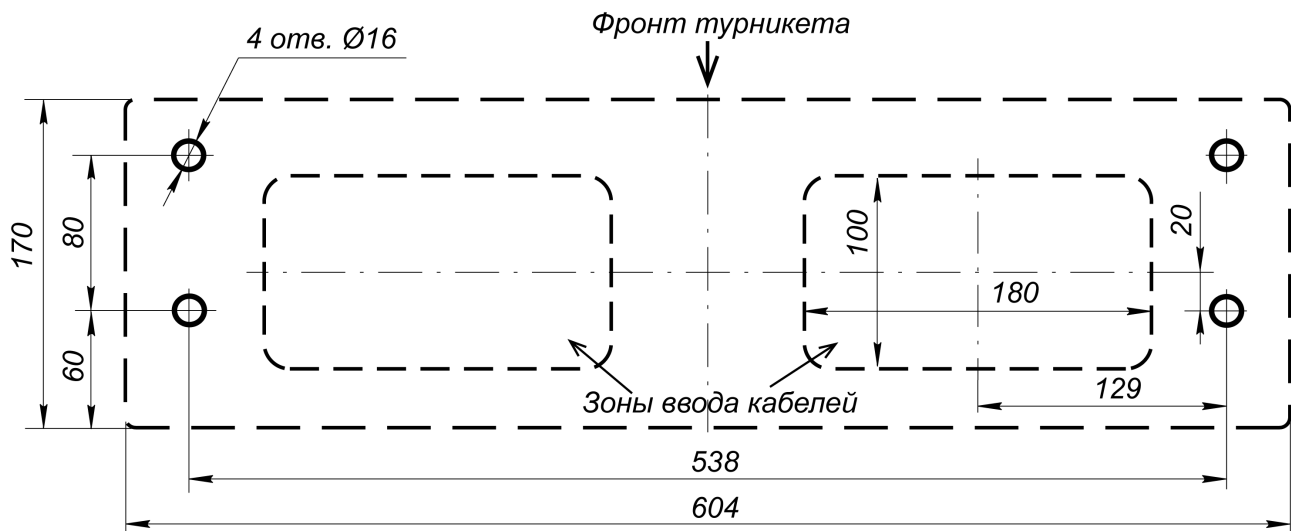

Рисунок 14. Схема разметки отверстий на установочной поверхности
4. Выполните разметку и разделку отверстий в полу под анкера для крепления турникета и кабельного канала к зоне ввода кабелей (см. рис. 14). Разметку также можно производить непосредственно по основанию монтажной стойки.
6. Снимите переднюю панель (8) с корпуса стойки, для чего открутите внизу два винта (9).